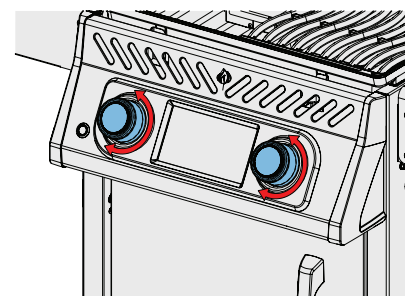

Fig. 3
5. Utilisez les boutons ou l'écran, selon les modes, pour ajuster les niveaux de température des brûleurs. (Fig. 3)